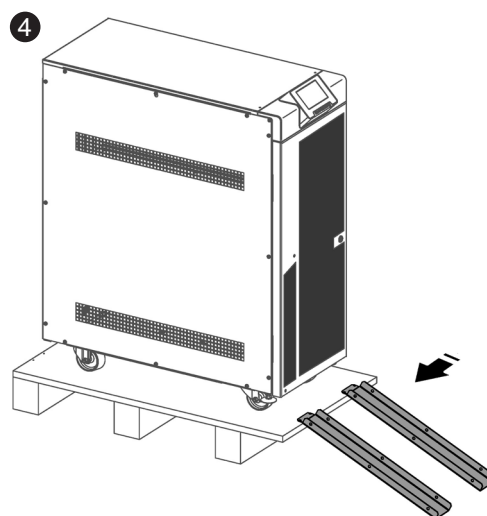

Fig. 25. Montaje de las guías en el palet.
- ➍ Montar las guías en el palet tal como muestra la Fig. 25.